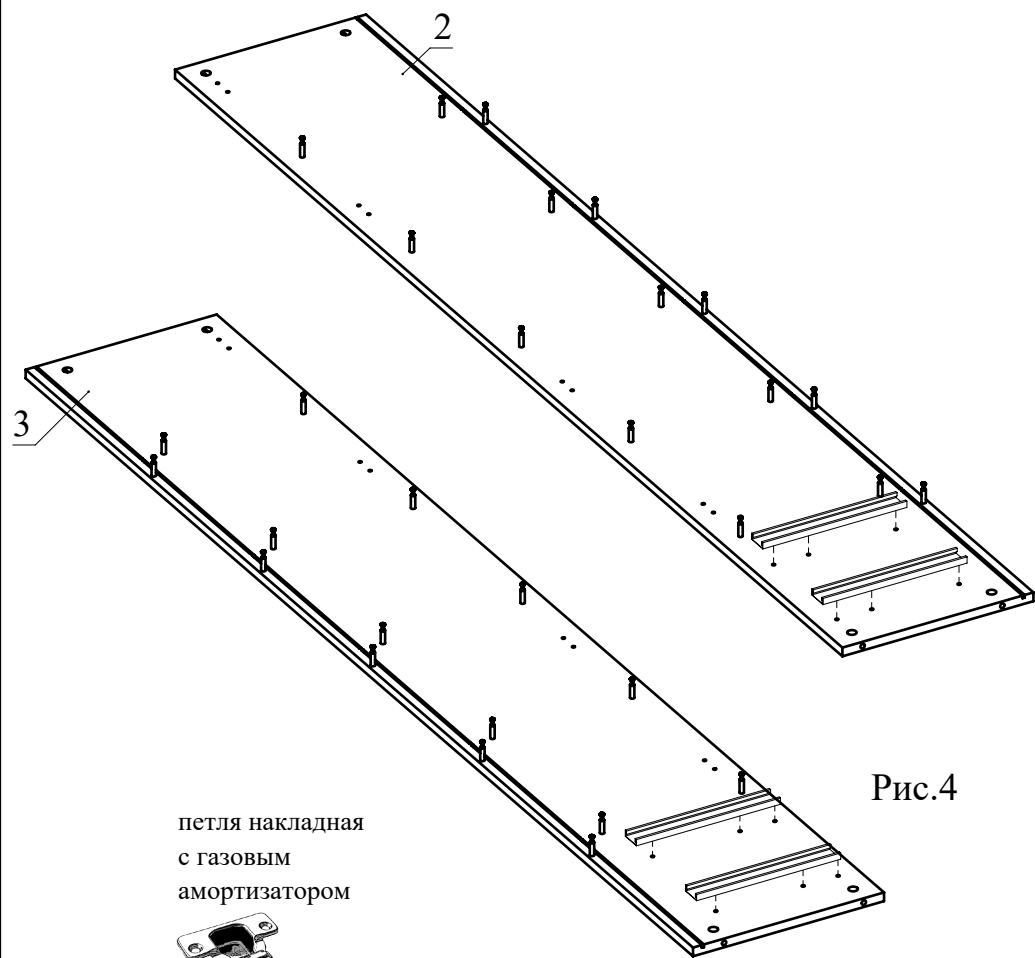

Рис.4
3. Отсоедините от основания телескопических направляющих внутренние планки, отогнув пластиковый рычажок фиксатора (Рис. 3). Основания телескопических направляющих закрепите на деталях 2, 3 винтами М5х8 (Рис. 4). !!! Приложите телескопическую часть отверстиями к отверстиям на боковине так, чтобы они были отцентрованы относительно друг друга. Вкрутите винты М5х8 с помощью шуруповерта, приложив немного усилий. **Внимание:** винт М5х8 должен заходить с натягом для максимально плотной фиксации телескопических направляющих.